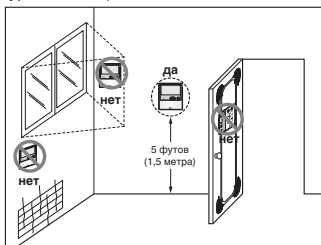

Рис.1. Типичное расположение пульта дистанционного управления
- Данный пульт дистанционного управления оборудован 7–сегментным ЖКИ–дисплеем. Чтобы на нем правильно отображалась информация, пульт дистанционного управления должен быть установлен так, как показано на рис. 1 (стандартная высота — 1,2–1,5 м от уровня пола).